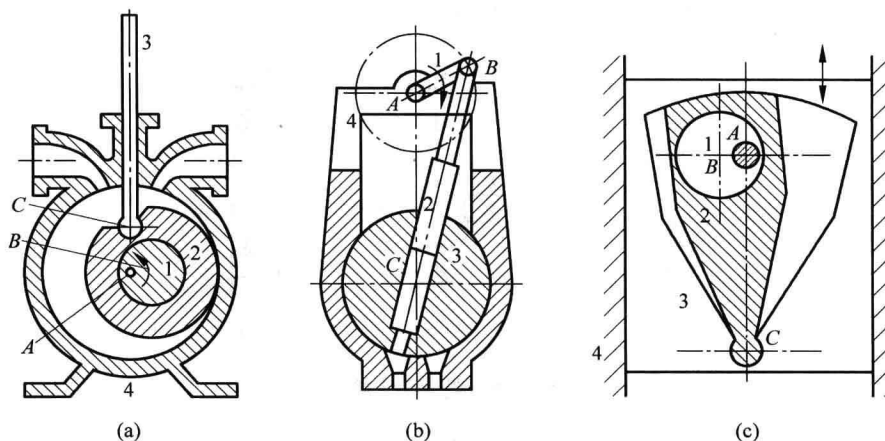
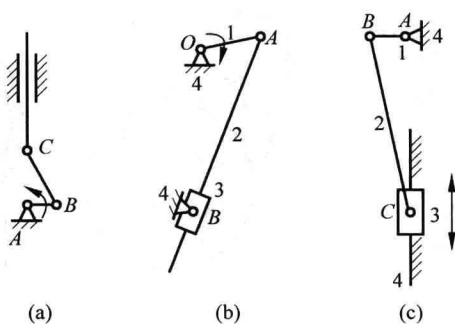

图 1.17 题 1.2.3 图
图 1.18 题 1.2.3 解答
1.2.3 绘制如图 1.17 所示机构的运动简图。
解 图 1.17 所示机构的运动简图如图 1.18 所示。
[评注] 注意如图 1.17(a)所示,由图中的几何条件可判断出构件 2 和构件 4 的高副是虚约束。